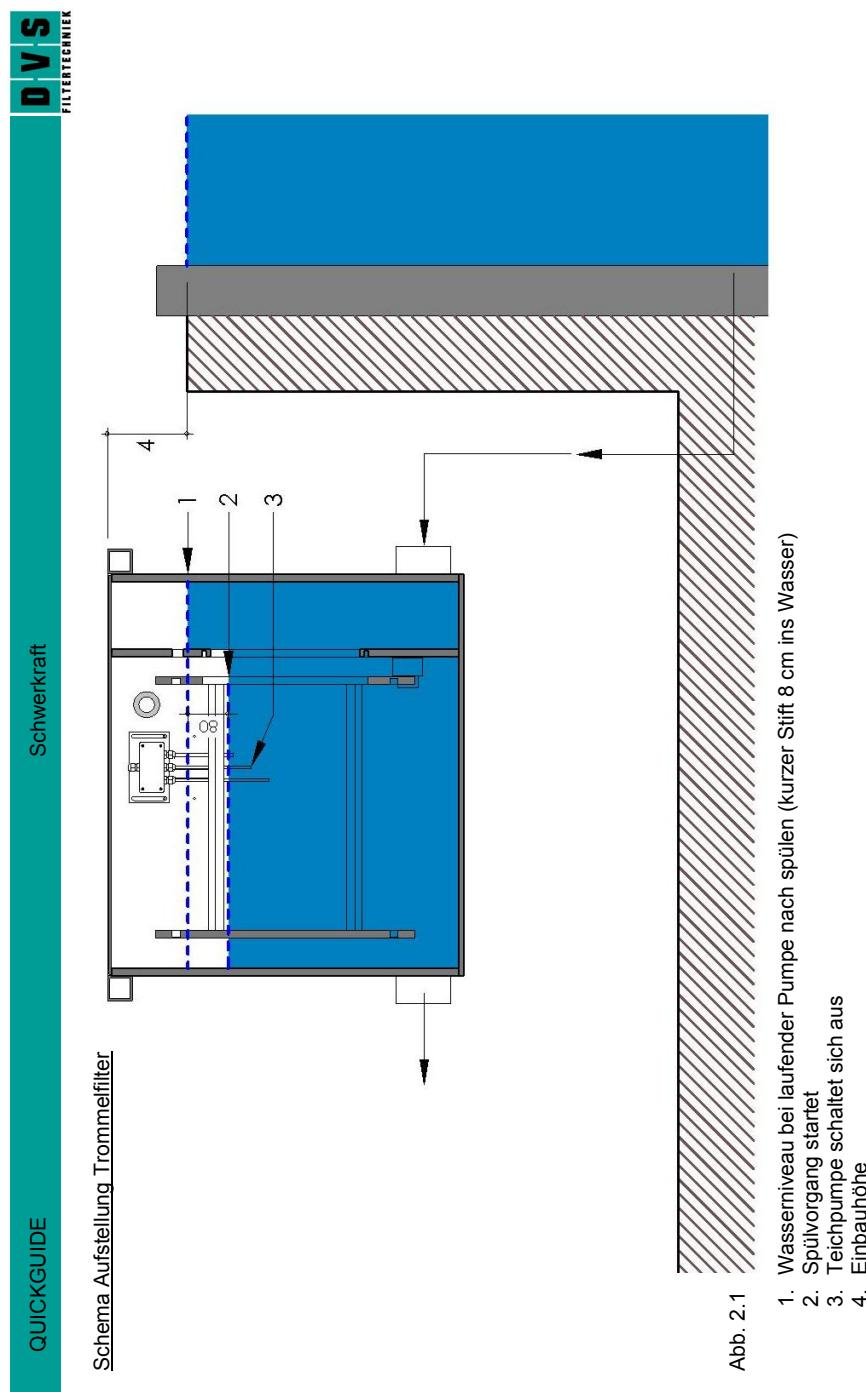

Abb. 2.1
- Der Filter muss das Maß der Einbauhöhe (abb. 2.1) oberhalb des Wasserniveaus augestellt werden.